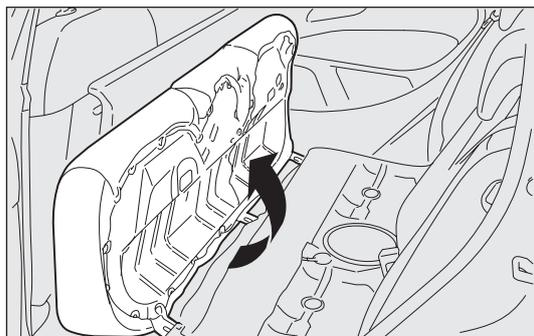

fig. 76
- ribaltare i cuscini in avanti nel senso indicato dalla freccia fig. 76;